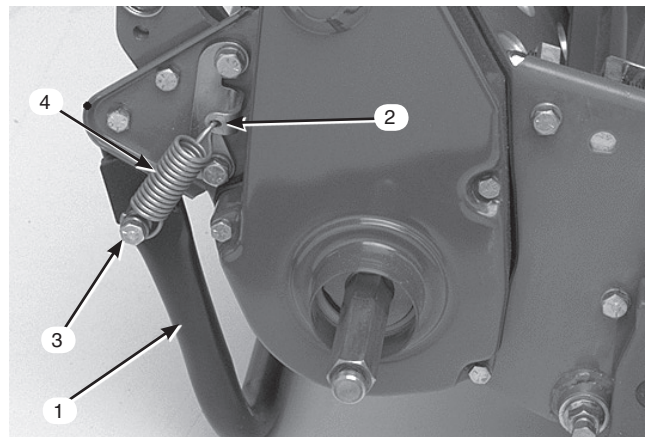

図3
1. 後フレームについている取り付け穴にキック・スタンドを合わせておいて、スプリングを、スプリング・ブラケットの穴とスプリング・リテーナの穴に引っ掛ける (図3)。
2. キャップスクリュ、ロックワッシャ、スペーサ、平ワッシャ、ロックナットを使って、キック・スタンドをフレームの左右に固定する(図3)。スペーサは、キック・スタンドの取り付け穴に入れる。